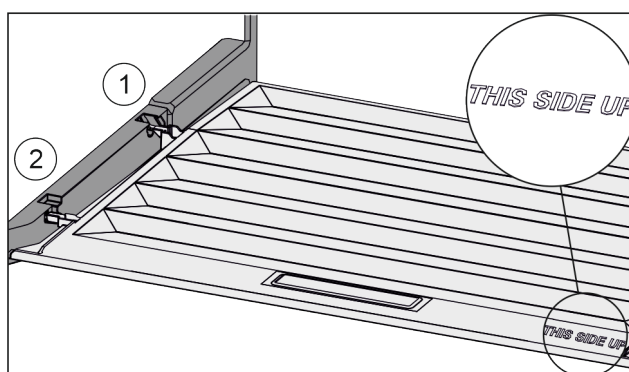

Fig. 60
- ▶ Inserire le nervature del coperchio attraverso l'apertura del supporto posteriore Fig. 60 (1) e innestare anteriormente nel supporto Fig. 60 (2).